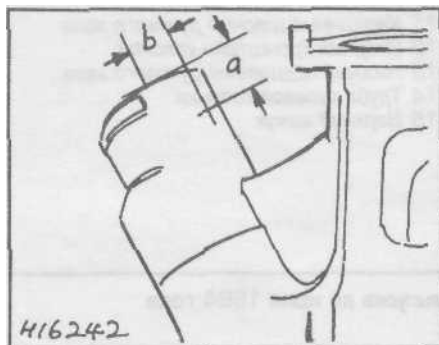

Рис. 13.9. Место для сверления при снятии цилиндра рулевой колонки
- 9 Чтобы снять цилиндр замка, высверлите отверстие диаметром 3,0 мм в месте, указанном на рис. 13.9. Отожмите подпружиненный штифт и извлеките цилиндр.